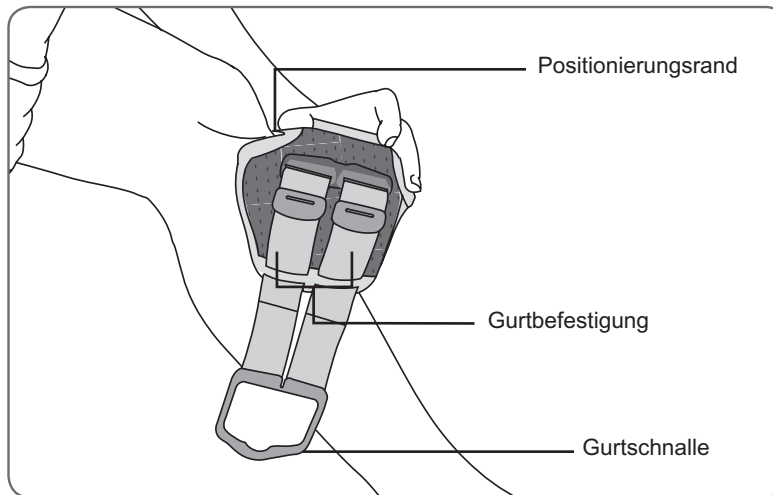
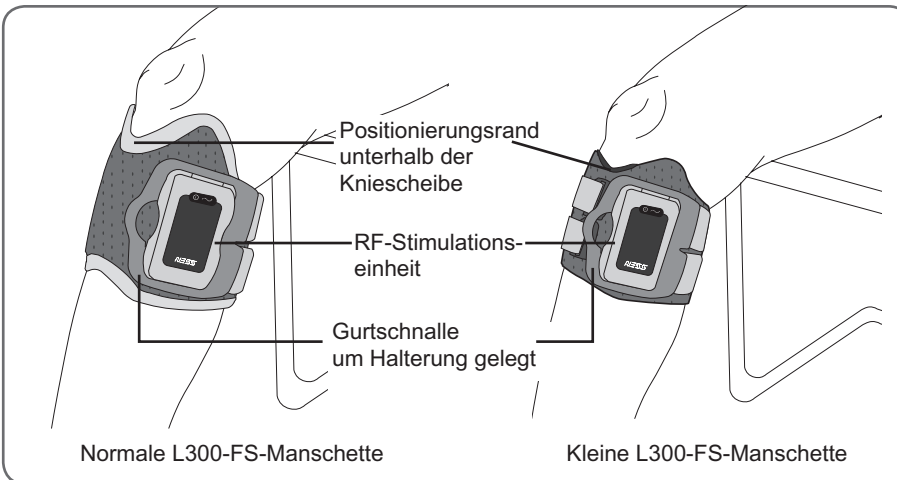

Abbildung 6-2: Kippen der L300-FS-Manschette zur Platzierung auf dem Bein
Abbildung 6-4: L300-FS-Manschette am rechten Bein befestigt
4. Achten Sie darauf, dass die Elektroden sicher befestigt sind. Greifen Sie dann das Oberteil der L300-FS-Manschette an der Halterung, und kippen Sie das Unterteil der FS-Manschette nach oben. Schieben Sie Positionierungsrand an Ihrem Bein hoch, bis er fest, aber bequem unterhalb der Kniescheibe sitzt. (Siehe Abbildung 6-2.)
7. Vergewissern Sie sich, dass die L300-FS-Manschette korrekt platziert ist. (Siehe Abbildung 6-4.) Falls sie nicht richtig sitzt, nehmen Sie die FS-Manschette ab, und platzieren Sie sie neu. Ziehen Sie die Gurtbefestigungen (siehe Abbildung 6-2) ggf. nach, damit die Manschette gut sitzt.